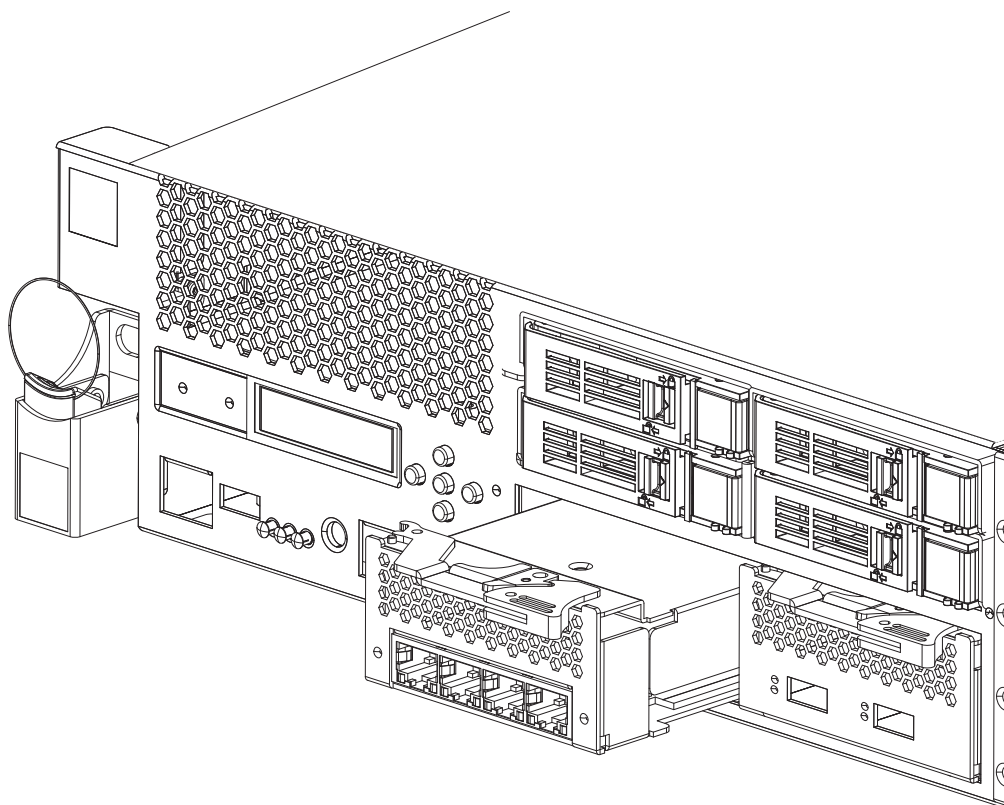

図 18. イーサネット・モジュールの取り外し
- レバーを手前に引いて、56 ページの図 18 に示すようにイーサネット・モジュールを引き出します。